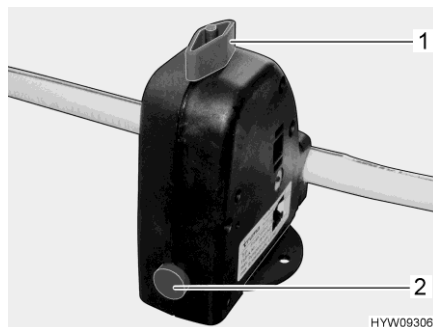

Bild 80 Sicherheits-/Ablassventil (Boiler)
Der Boiler ist mit einem Sicherheits-/Ablassventil (Bild 80) ausgestattet. Das Sicherheits-/Ablassventil verhindert, dass das Wasser im Boiler einfriert, wenn bei Frost die Heizung nicht eingeschaltet ist.
- Sicherheits-/Ablassventil schließen. Dazu den Drehknopf (Bild 80,1) quer zum Sicherheits-/Ablassventil drehen und den Druckknopf (Bild 80,2) hineindrücken.
- Sicherheits-/Ablassventil öffnen. Dazu den Drehknopf (Bild 80,1) längs zum Sicherheits-/Ablassventil drehen. Der Druckknopf (Bild 80,2) springt heraus. Der Boiler wird über das Sicherheits-/Ablassventil nach außen entleert.